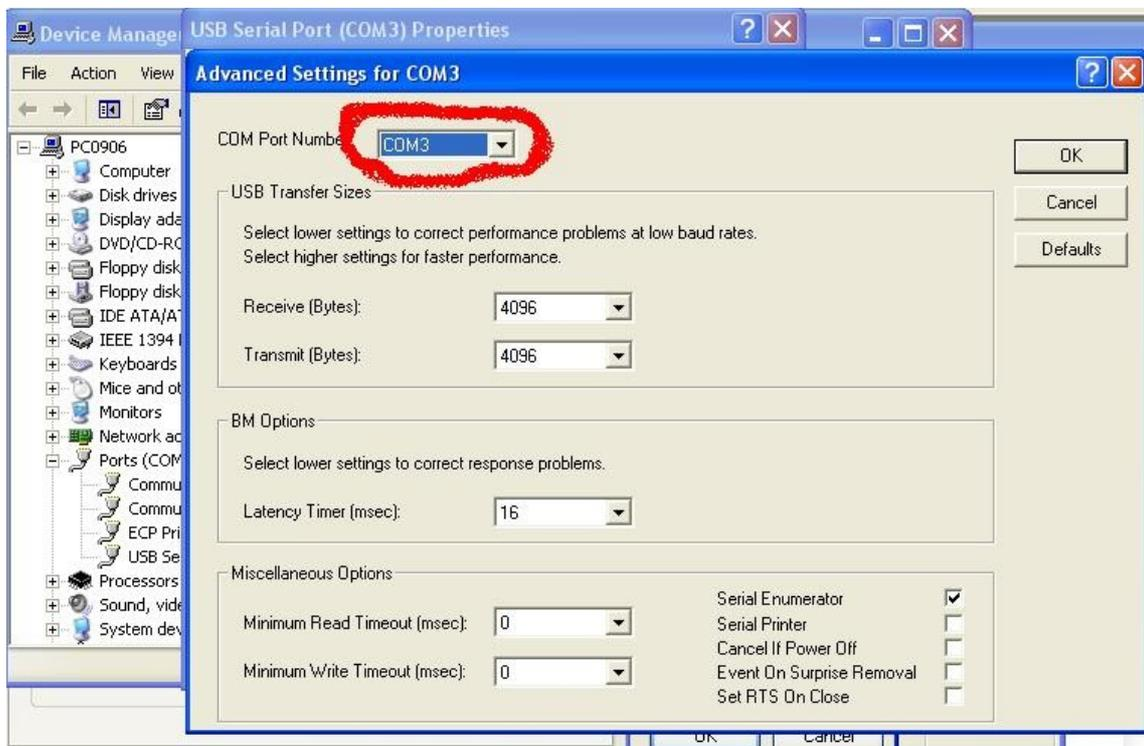

Figura 3
3. A porta em utilização pelo módulo pode ser seleccionada na opção “COM Port Number” (ver Figura 3).